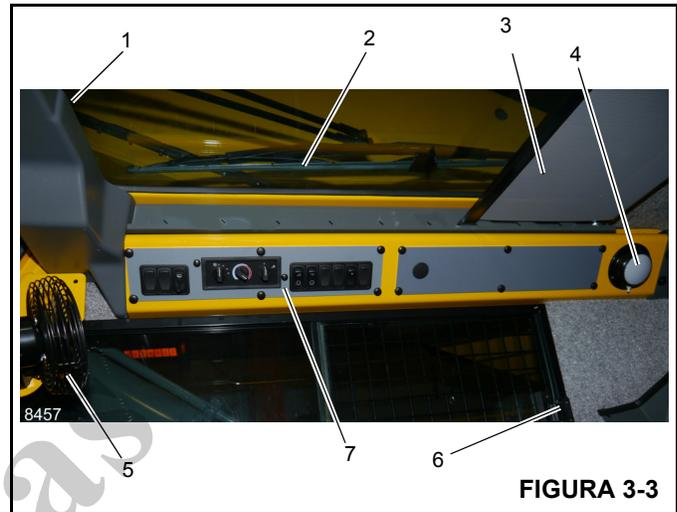

FIGURA 3-3
A trava do teto solar (1) (Figura 3-3) localiza-se na frente da janela. Aperte a trava e deslize a janela para trás para abrir. Para fechar, deslize a janela para trás até que a trava encaixe.
O limpador do teto solar (2) (Figura 3-3) é controlado pela chave do teto solar, (4) (Figura 3-4) e é operado pelo motor do limpador.
O protetor do teto solar (3) (Figura 3-3) é usado para diminuir a incidência direta da luz do sol. O protetor é autorretrátil e pode ser ajustado para filtrar toda a luz ou ajustado para trás, encaixando-o nos entalhes existentes.
A luz de teto da cabine (4) (Figura 3-3) localiza-se no canto traseiro direito do console do teto da cabine e ilumina a cabine. A luz de teto é controlada por uma chave na própria luz.
O ventilador de circulação da cabine (5) (Figura 3-3) localiza-se no lado dianteiro esquerdo da cabine, acima da estrutura da janela. Uma articulação permite que o ventilador gire e uma chave em sua base controla a operação. A chave possui as posições alta, baixa e desligada.
A janela do lado direito da cabine pode ser aberta. Aperte a trava (6) (Figura 3-3) para liberar e deslize para frente. Para fechar, deslize a janela para trás até que a trava encaixe.